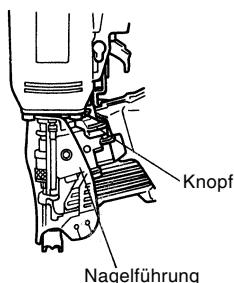

Abb. 21
(1) Reinigen Sie von Zeit zu Zeit die gleitenden Teile des Verschlusses und ölen Sie ihn ein. (siehe Abb. 21)